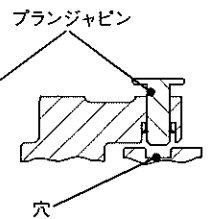

図 30
- 切り換えの際はシフトレバーのプランジャピンを引き上げて回転させてください。(図 30)